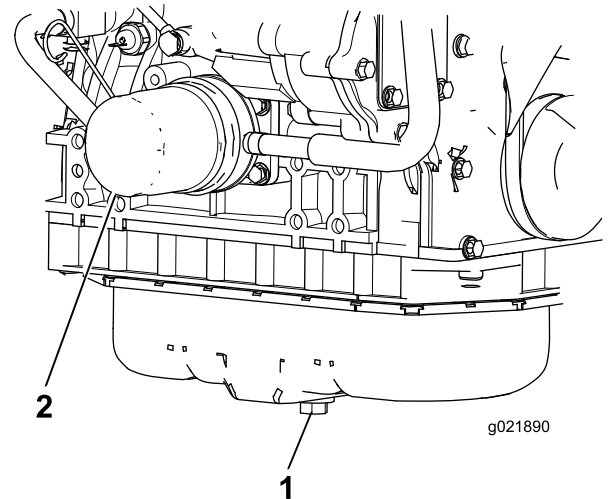

Figura 72
1. Togliete il tappo di spurgo (Figura 72) e lasciate defluire l'olio in una bacinella. Quando tutto l'olio cessa di defluire, rimontate il tappo.
2. Togliete il filtro dell'olio (Figura 72). Applicare un velo di olio pulito sulla tenuta del nuovo filtro prima di avvitare. **Non serrate troppo.**